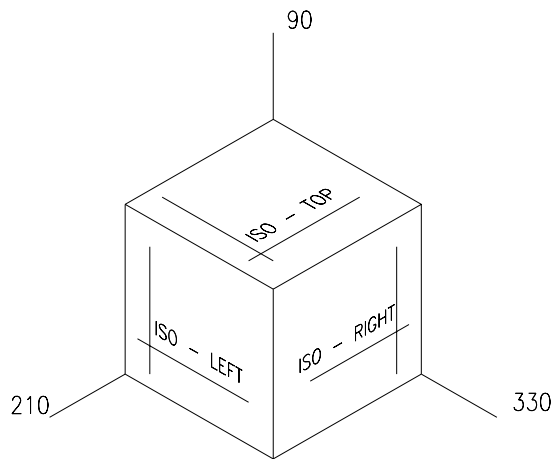

Fig. 8.2
– **comanda ISOPLANE** (sau combinația de taste <Ctrl/E>). Comanda permite comutarea pe planele izometrice de lucru. Practic, sunt parcurse circular cele trei plane izometrice (fig. 8.2).